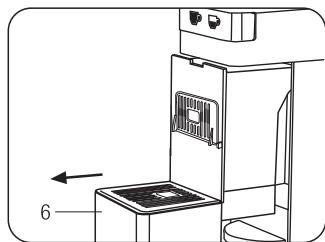

Fig. 11
Pour ce faire, il faut retirer le récipient des capsules (6) (**Fig. 11**)